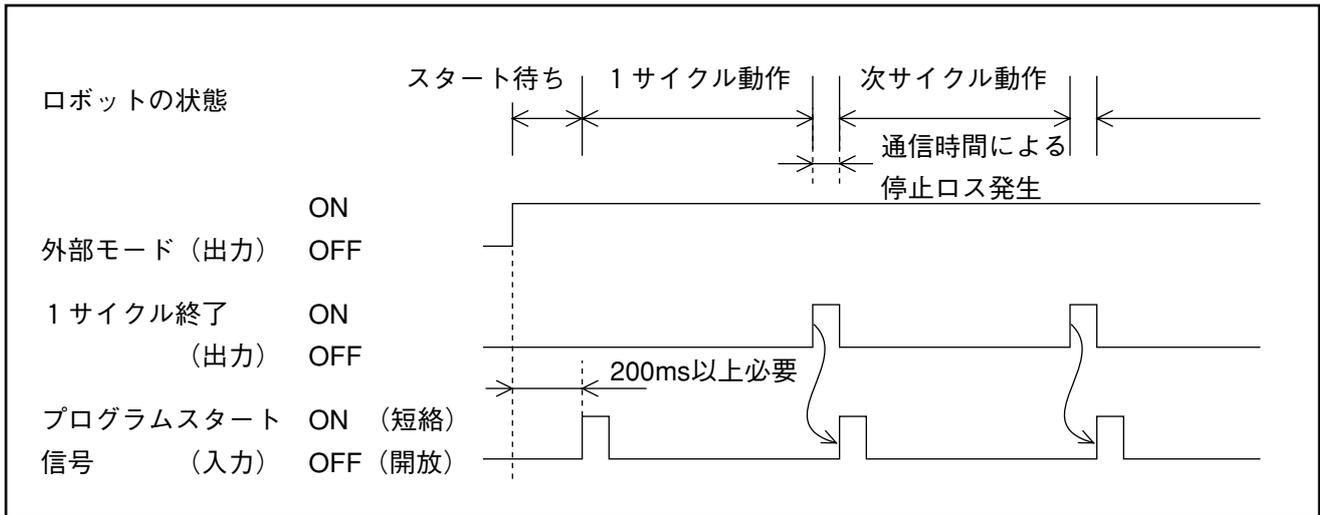

図5-31 プログラムスタート信号立ち上げのタイミング例
(4) プログラムスタート信号の（立ち上げ）ON、（立ち下げ）OFFのタイミング例
① プログラムスタート信号立ち上げ（ON）のタイミング例
- a) ロボット専用出力（外部モード出力と1サイクル終了出力）でプログラムスタート信号を立ち上げる方法を図5-31に示します。